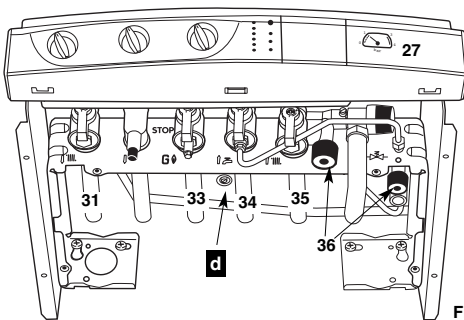
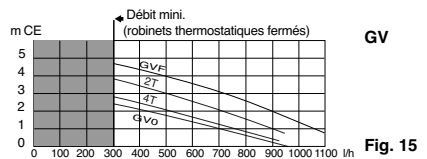
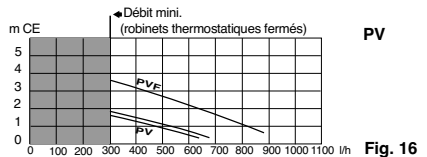
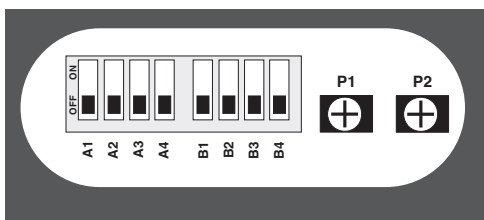

Fig. 14
Fig. 15
Fig. 16
Fig. 17
- ouvrir le robinet d'eau froide **34** (fig. 14) sur la barrette robinetterie,
- vérifier que les robinets départ chauffage **31** (fig. 14) et retour chauffage **35** (fig. 14) sont bien ouverts,
- ouvrir les 2 robinets de remplissage et d'isolement **36** (fig. 14),
- refermer ces robinets lorsque l'aiguille du manomètre **27** (fig. 14) se situe à la pression déterminée au § 3,
- ouvrir le robinet d'arrivée de gaz **33** (fig. 14),
Agir sur le vis **d** (fig.14) de réglage du by-pass, visible sous la barrette hydraulique (dévisser pour ouvrir) afin d'adapter la hauteur manométrique disponible aux pertes de charge de l'installation, selon les courbes des diagrammes **GV** (fig. 15 réglage d'usine) ou **PV** (fig. 16 réglage d'usine).
La chaudière est livrée avec tous les boutons de réglage (fig. 17) et les potentiomètres pré-réglés. Si l'installation le nécessite, il est possible de modifier ces réglages. Dans ce cas, il faut intervenir à l'arrière du boîtier électronique. Mettre la chaudière hors tension. Oter l'habillage. Faire pivoter le boîtier électrique pour l'abaisser. Faire basculer le porte notice **E** vers le bas (fig. 16). Les réglages se trouvent derrière l'obturateur en caoutchouc **B**.
Réglages sur la carte (fig. 17) :